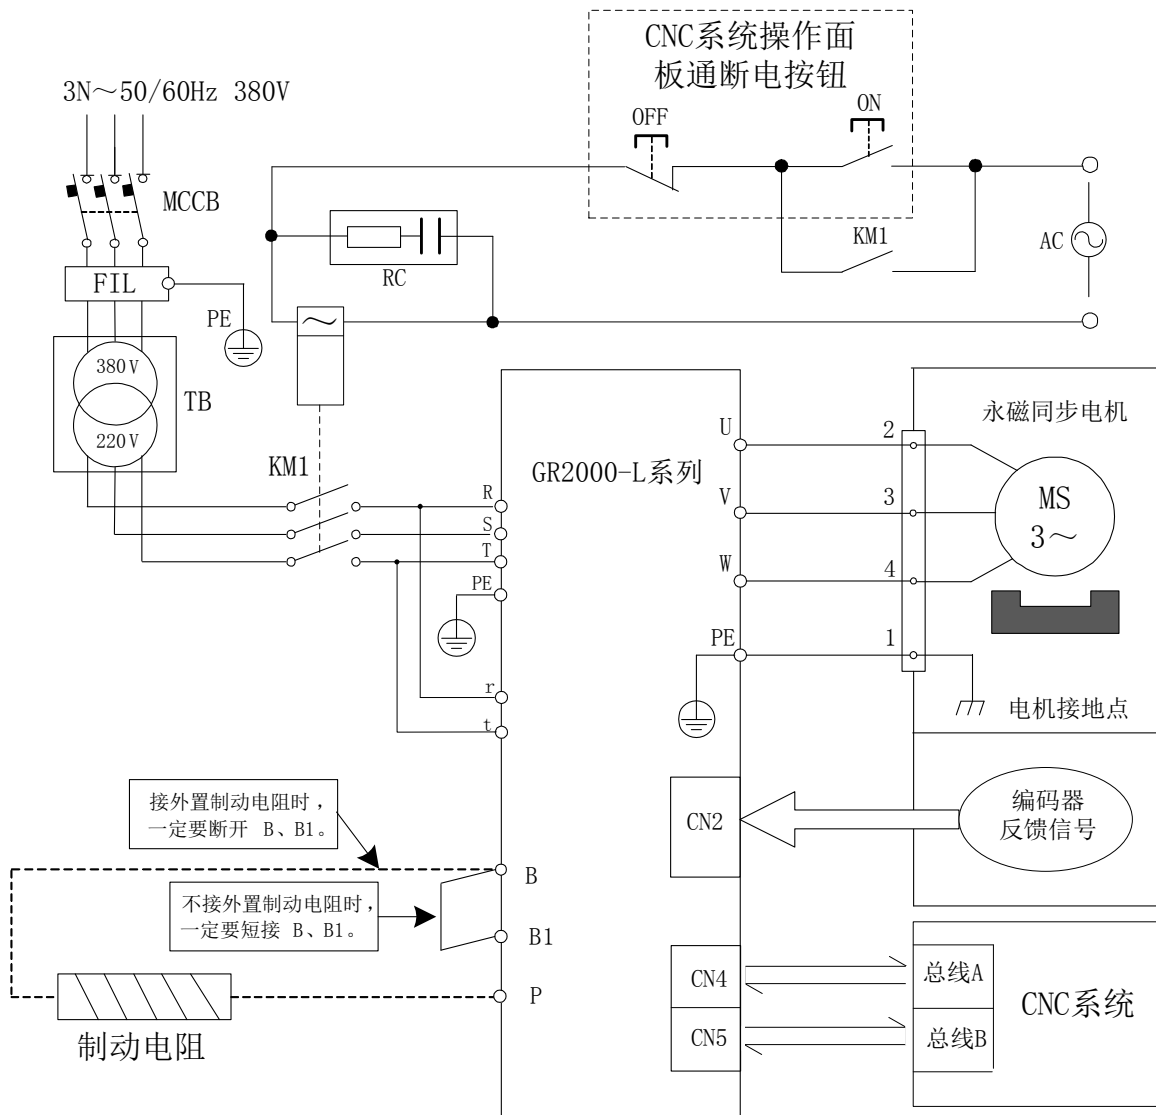

图 3-6 GR2000-L 系列产品配套交流永磁同步伺服电动机主回路接线图
- 如果用户参照图 3-6 接线，务必按照<附录 B>的描述，选择合适的断路器 MCCB。